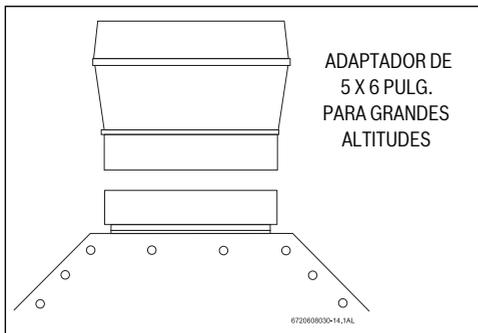

Fig. 10 Adaptador de tubo de salida de gases para instalaciones a grandes altitudes
- ▶ Se recomienda una salida de gases de 5 pulg. de diámetro construida del tubo correspondiente tipo B de doble pared. A altitudes superiores a 2000 pies se requiere un tubo de salida de gases de 6 pulg. (→ Fig. 10). En ninguna circunstancia debe instalarse un tubo de menor tamaño.
Las chimeneas de mampostería deben construirse e instalarse de conformidad con la norma NFPS 211 o los códigos locales. En los casos en que se haga la conexión de salida de gases a una chimenea interna de mampostería de tiro natural, debe utilizarse un tubo de salida de gases (tipo B metálico de doble pared) de 5 pulg. de diámetro, o un aislamiento de arcilla para conductos de gases de combustión registrado. A elevaciones superiores a 2000 pies se requiere un tubo de salida de gases de 6 pulg. (→ Fig. 10). En los casos en que se haga la conexión de salida de gases a una chimenea de mampostería, es posible que los códigos locales exijan tanto el uso de tubo de salida de gases como de un sistema de aislamiento aprobado. El estado de Massachusetts exige usar un aislamiento registrado. Entre los sistemas de aislamiento posibles está el de arcilla para gases de combustión aprobado, un sistema de aislamiento para chimeneas registrado o cualquier otro material aprobado que resista la corrosión, erosión, ablandamiento o agrietamiento causado por los gases de combustión evacuados a una temperatura hasta de 1800 grados F. El sistema de aislamiento debe estar registrado para usarse con aparatos de gas de tiro natural equipados de campana. Siga los códigos locales y consulte las normas NFGC 54 y NFPA 58.